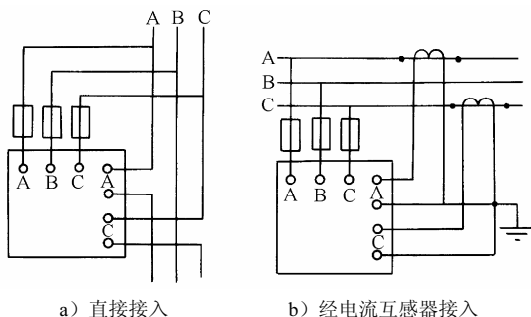

图 3-12 三相有功功率表的接线
(4) 三相有功功率表只能测量三相三线制或对称三相四线制交流电路的功率。测量电路如图 3-12 所示。当采用电流互感器时（见图 3-12b），电路的实际有功功率为电表读数乘以电流互感器的电流比。